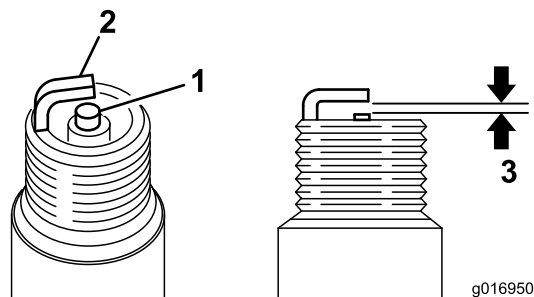

Figura 35
3. Ajuste a folga para 0,6 a 0,7 mm (Figura 35).